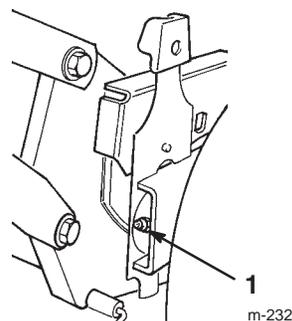

Figure 19
2. Essuyez les graisseurs à l'aide d'un chiffon propre (Fig. 19).
3. Raccordez un pistolet à graisse au graisseur et injectez deux ou trois jets de graisse universelle au lithium N° 2 (Fig. 19).